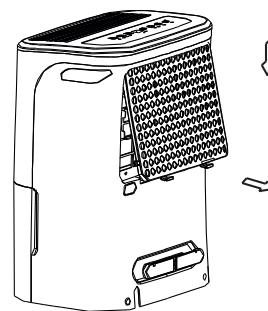

Fig. 8
- Pour extraire le filtre, tirez-le (Fig. 8).